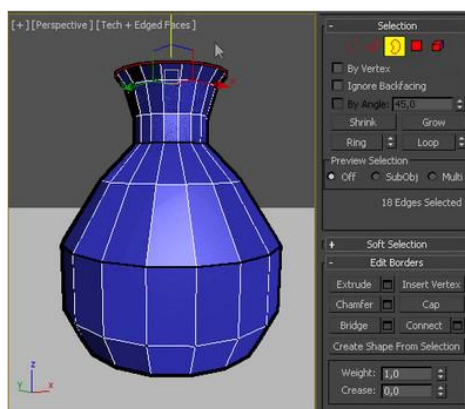

Рис. 4.1. – Создание вазы
1. Создайте новый проект. На базе плоской окружности попробуйте создать вазу, используя модификатор Edit Poly на уровне Border (рис. 4.1).